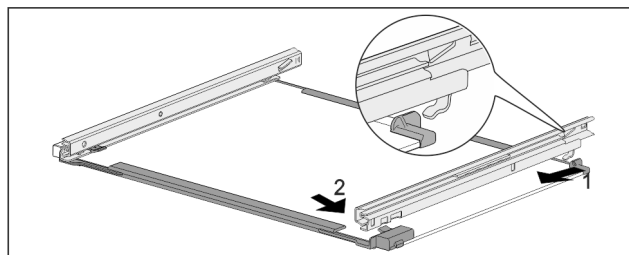

Fig. 108 Glashylla med skenor
- Haka fast skena baktill. Fig. 108 (1)
- Haka fast skena framtill. Fig. 108 (2)